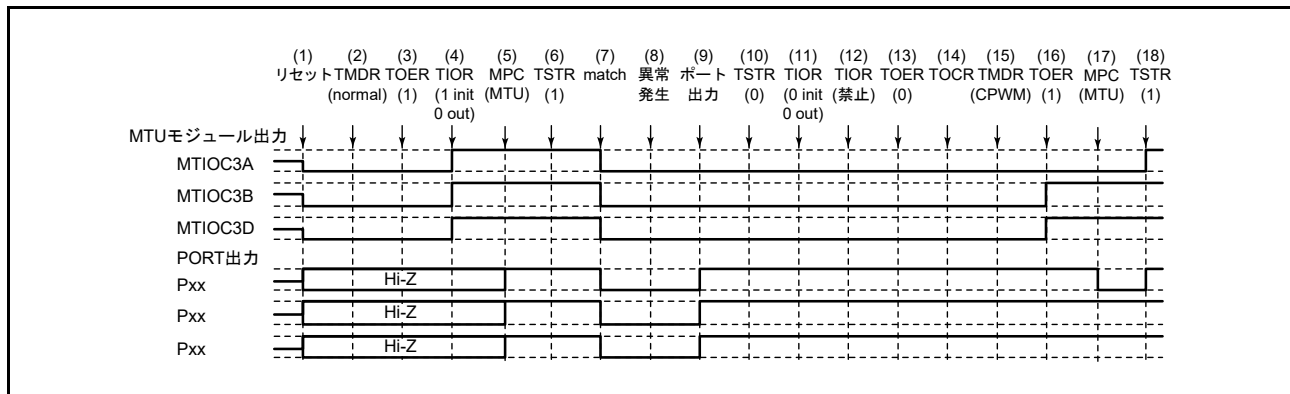

図 24.158 ノーマルモードで異常が発生し、相補 PWM モードで復帰する場合
ノーマルモードで異常が発生し、再設定後相補 PWM モードで再スタートする場合の説明図を図 24.158 に示します。
(1) ～ (13) は図 24.158 と共通です。
(14) TOCR1A、TOCR2A (TOCR1B, TOCR2B) レジスタでリセット同期 PWM の出力レベルと周期出力の許可 / 禁止を選択してください。
(15) リセット同期 PWM を設定します。
(16) TOERA (TOERB) レジスタで MTU3、MTU4 (MTU6, MTU7) の出力を許可してください。
(17) MPC と I/O ポートのポートモードレジスタ (PMR) で MTU 出力としてください。
(18) TSTRA (TSTRB) レジスタで再スタートします。